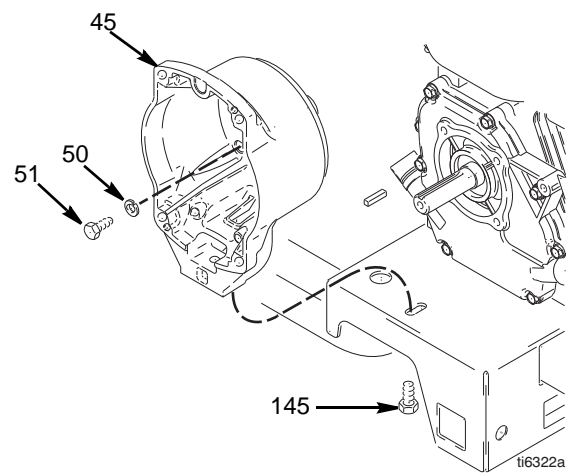

FIG. 11
3. FIG. 11. Disconnettere la frizione (+) e i connettori della frizione (-) dai cavi sotto il carrello dello spruzzatore.
2. FIG. 11. Rimuovere le quattro viti (51) e le controrondelle (50) che bloccano il corpo della frizione (45) sul motore.
3. Rimuovere la vite (145) sotto la piastra di montaggio.
4. Estrarre il corpo della frizione (45).
1. FIG. 11. Spingere il corpo della frizione (45).
2. Installare le quattro viti (51) e le controrondelle (56) e bloccare il corpo della frizione (45) sul motore. Ser rare fino a 22,6 N·m (200 in-lb).
3. Inserire la vite (145) sotto la piastra di montaggio. Serrare fino a 35,2 N·m (26 ft-lb).